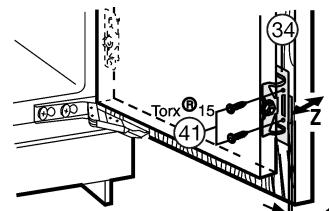

Fig. 21
- Gerätetur mit Schrauben Fig. 21 (41) durch die Befestigungswinkel Fig. 21 (34) auf der Möbeltür verschrauben.